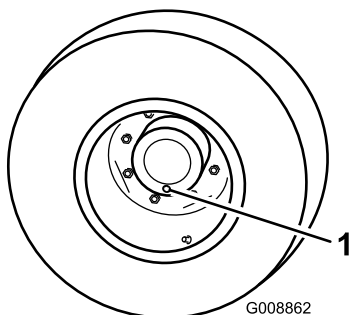

Figure 55
1. Placez la machine sur une surface plane et horizontale et tournez une roue de sorte que l'un des bouchons de contrôle se trouve à la position la plus basse (6 heures) (Figure 55).